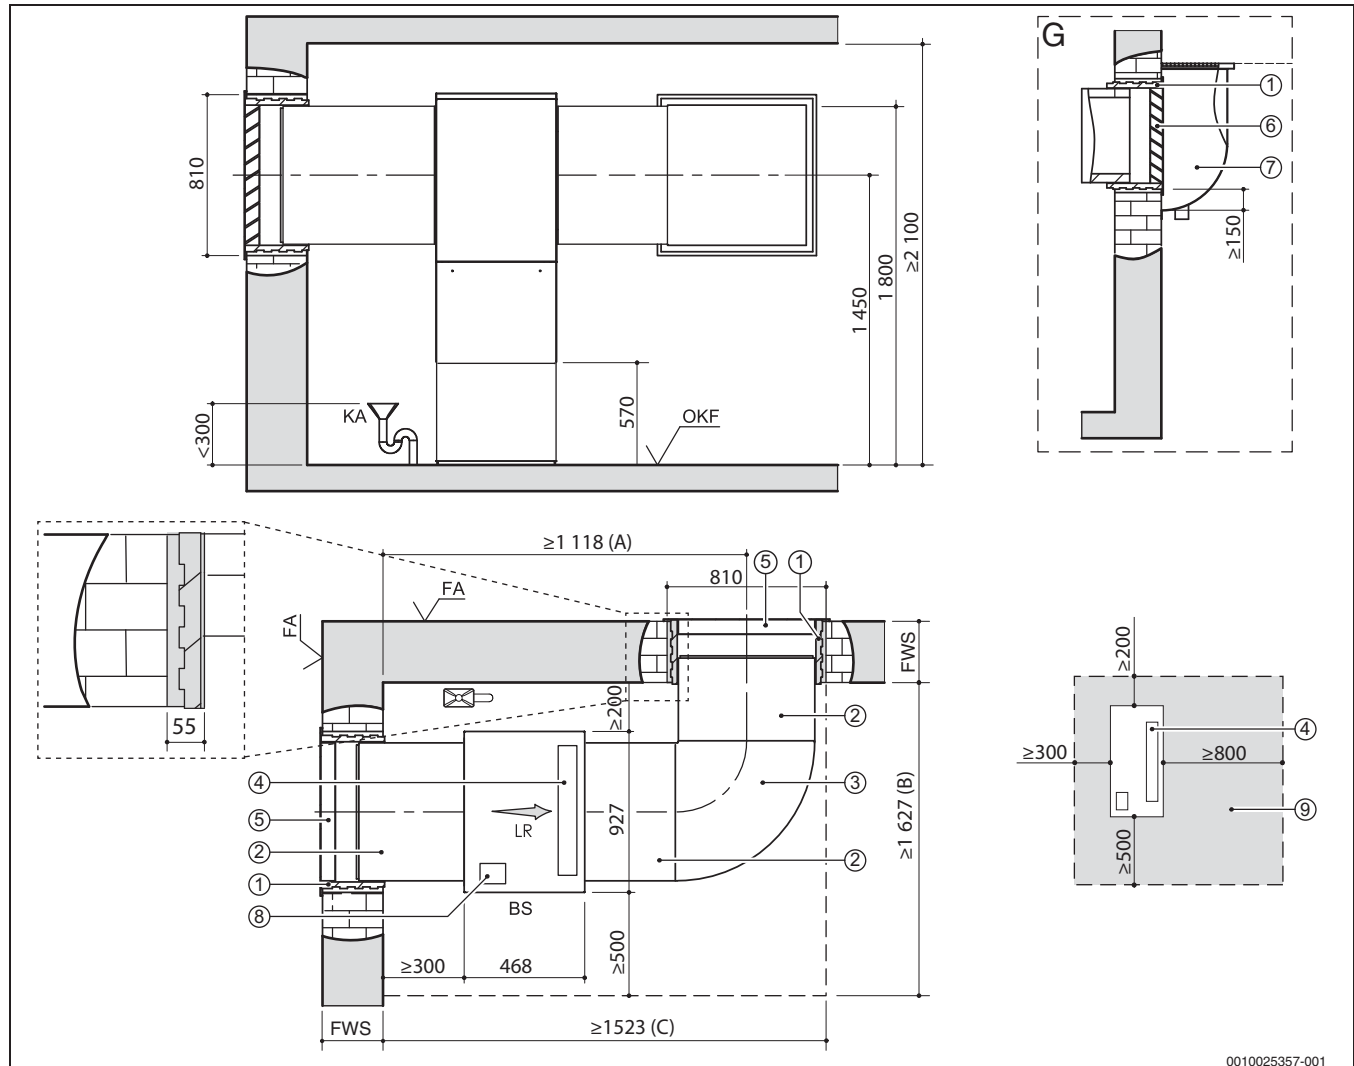
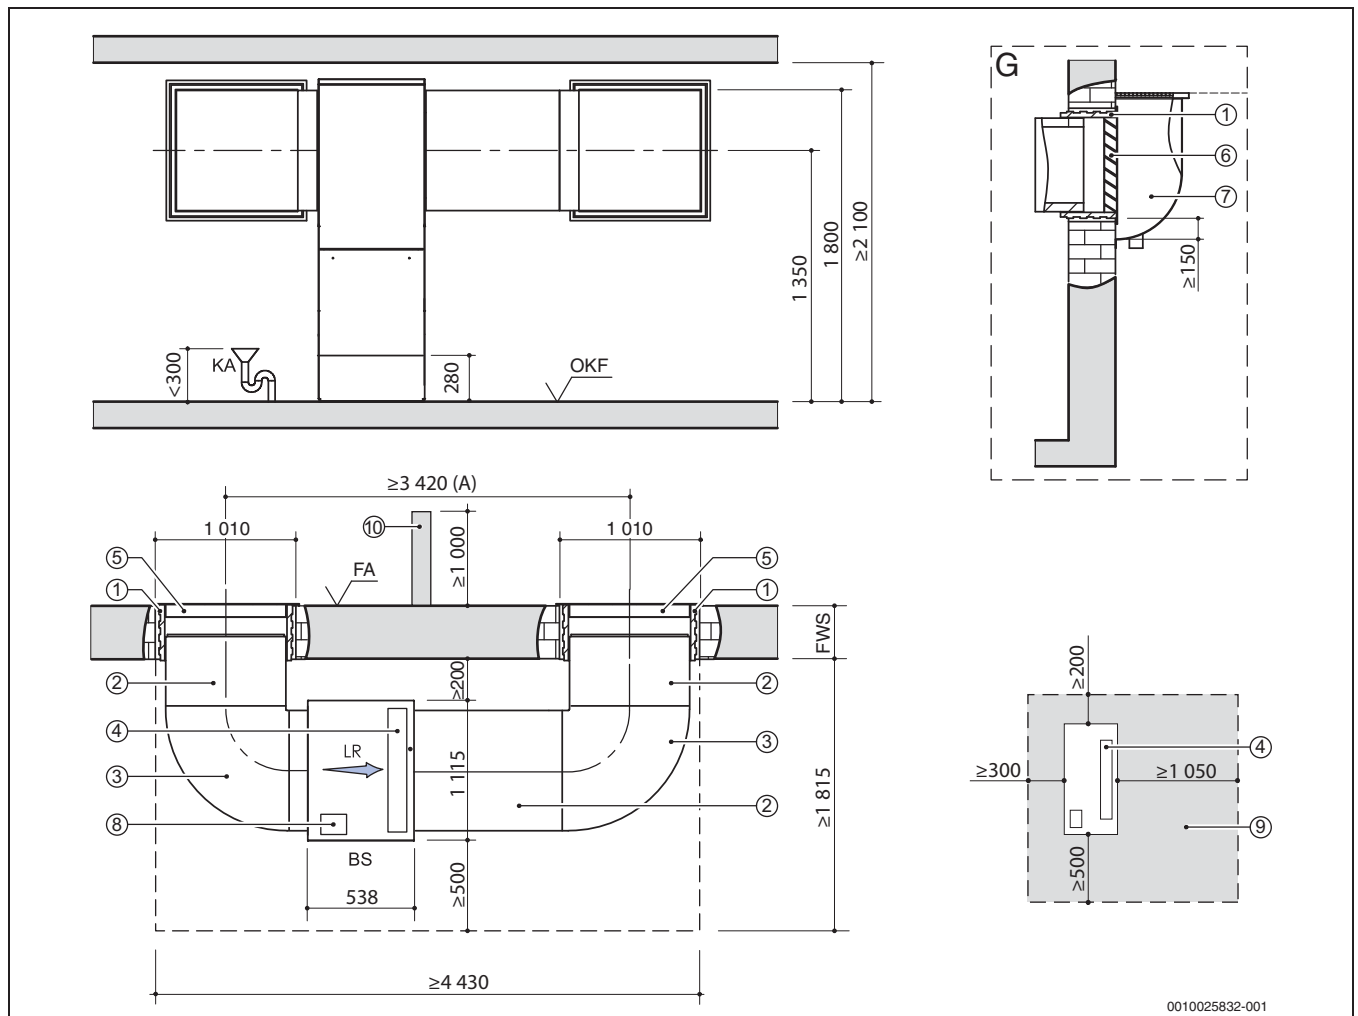

Bild 14 Aufstellplan (beispielhaft) für WLW196i-6/8 IR mit Luftkanalsystem 700 (alle Maße in mm)
Bild 15 Aufstellplan (beispielhaft) für WLW196i-11/14 IR mit Luftkanalsystem 900 (alle Maße in mm)
- Im Aufstellraum muss ein Kondensatablauf vorhanden sein. Die Höhe des Anschlusses ist in den Aufstellplänen eingetragen (→ Bild 14, Seite 8 und Bild 15, Seite 9).
- Kann aus baulichen Gründen die Luftführung nur an einer Gebäudeseite erfolgen, muss ein Luftkurzschluss verhindert werden. Dies kann über eine Trennwand (→ Bild 15 [10], Seite 9) oder durch einen ausreichenden Abstand zwischen den beiden Öffnungen erreicht werden.
- 1450 mm für Wärmepumpen mit 6/8 kW (→ Bild 14, Seite 8)
- 1350 mm für Wärmepumpen mit 11/14 kW (→ Bild 15, Seite 9)
**Legende für Bild 14 + Bild 15:**
- (A) Achsmaß gesamt (ohne zusätzlichen Luftkanal)